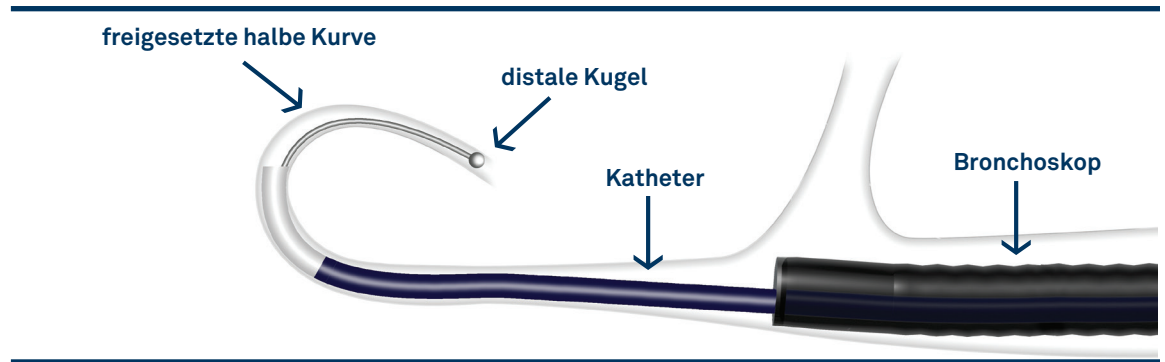

Abbildung 8: Beobachten der teilweise freigesetzten Coil
27. Die Coil durch Vorschieben der Fasszange nach distal freisetzen. Die Coil aus dem distalen Ende des Katheters vorschieben, bis die erste Hälfte der Kurve im zu behandelnden Atemweg positioniert ist (siehe **Abbildung 8**).